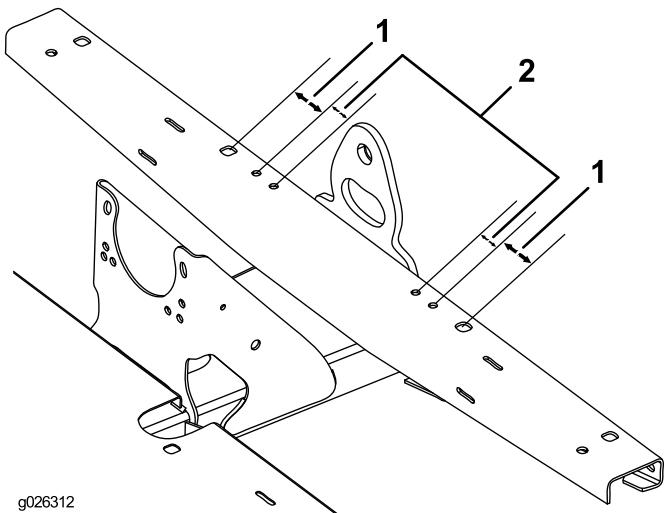

Figura 8
3. Utilizando as dimensões mostradas na Figura 8, localize, marque e faça 4 furos (9,5 mm) na parte superior do canal da estrutura.
- Figura 8**